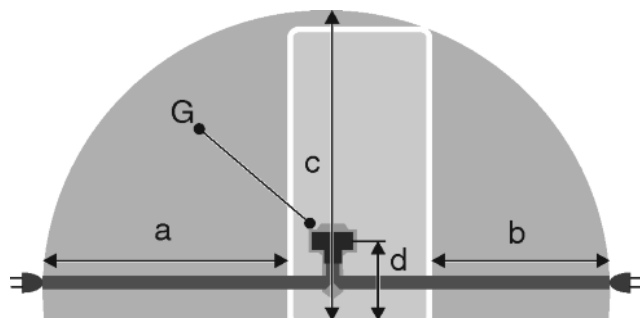

Fig. 41
- Zásuvka leží mimo oblast zadní stěny spotřebiče v dané oblasti Fig. 41 (a, b, c).
- ▶ Zástrčku spotřebiče Fig. 41 (G) zastrčte na zadní straně spotřebiče. Dávejte pozor na správné zaklesnutí.